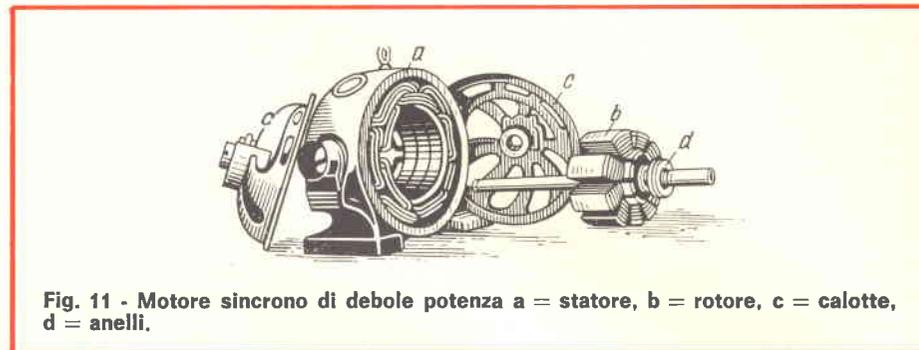

Fig. 11 - Motore sincrono di debole potenza a = statore, b = rotore, c = calotte, d = anelli.
- motori sincroni monofasi o polifasi; (fig. 11)